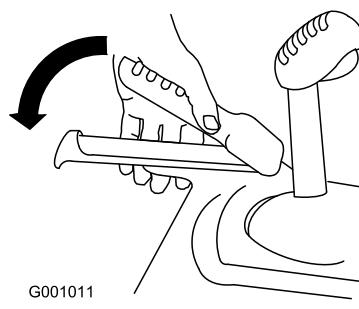

Figura 26
1. Per innestare il comando della trazione premete la leva sinistra (trazione) contro l'impugnatura (Figura 26).